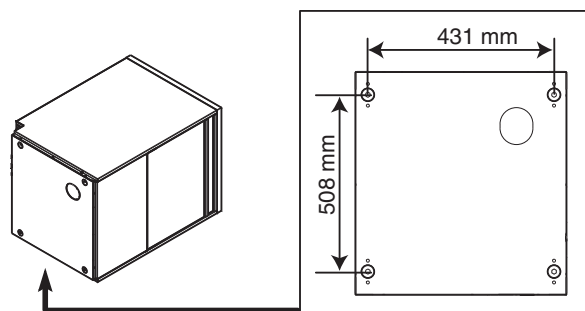

Fig. 7
- Bor fire huller med $\varnothing 9$ mm i bordpladen i henhold til afstandene angivet på Fig. 7.